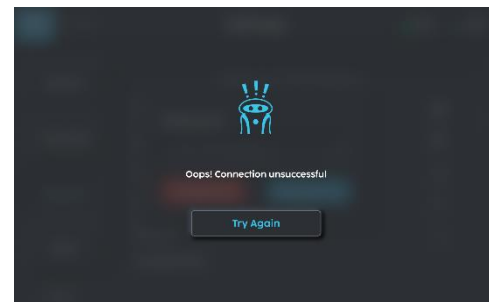

Fig 7
3. Als het scherm aangeeft dat er geen verbinding kan worden gemaakt (Fig 7), controleer dan uw netwerkconfiguratie en instellingen en probeer het opnieuw. Neem anders contact op met uw netwerkbeheerder.